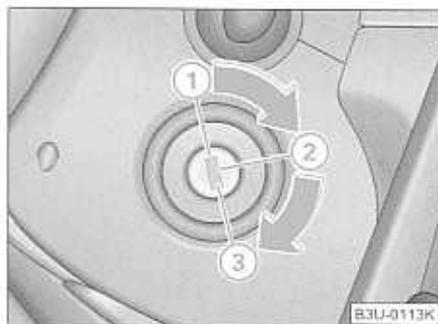

Fig. 83. Posiciones de la cerradura de encendido
- El motor se desconecta girando la llave de contacto a la posición ① → página 100, fig. 83.